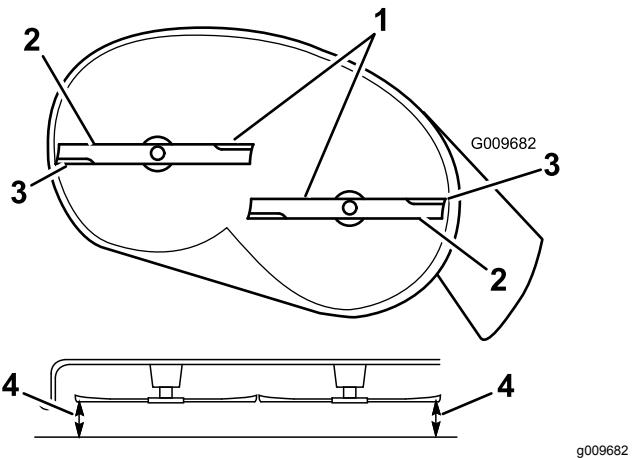

Figura 64
1. Montate la lama sull'asse del fusello (Figura 64).
2. Montate la rondella curva (lato concavo verso la lama) e il bullone della lama (Figura 64).